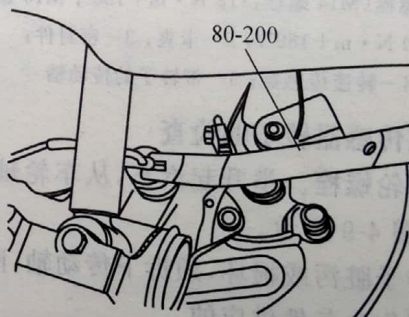

图 4-14 拆卸转速传感器
④ 如图 4-14 所示, 用专用工具 80-200 从车轮轴承总成上撬出转速传感器。